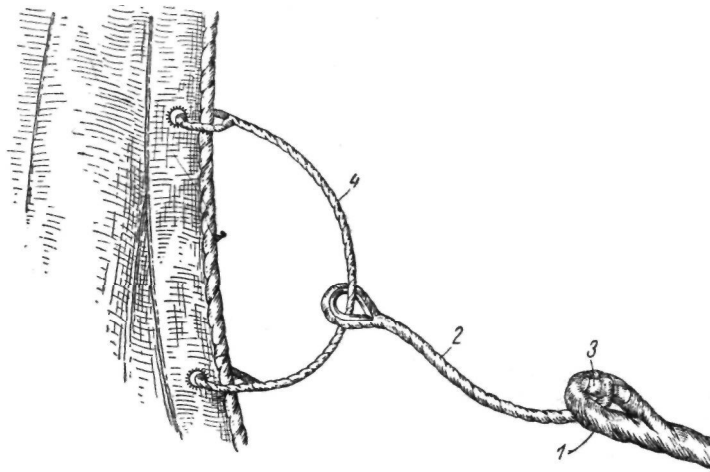

Рис. 42. Крепление булиня к парусу:
**Фока-булины** (рис. 42). Основывается два — левый и правый, каждый из небольшого шпрюйта из растительного троса, небольшой стропки и растительного троса, из которого вырубается непосредственно сам булинь.